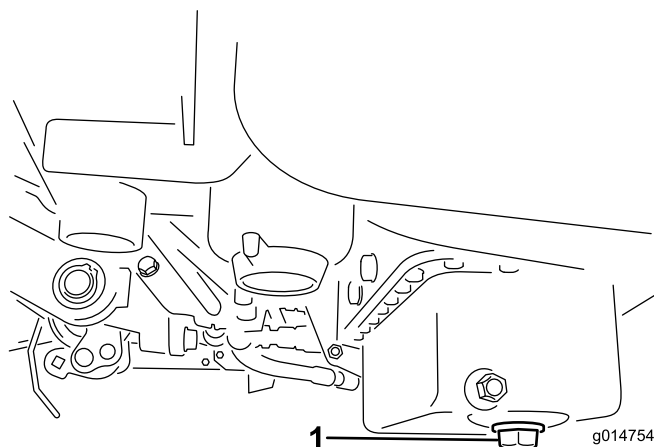

Figure 42
- Retirez le bouchon de vidange et laissez couler l'huile dans un bac de vidange. Remettez le bouchon quand la vidange est terminée (Figure 42).